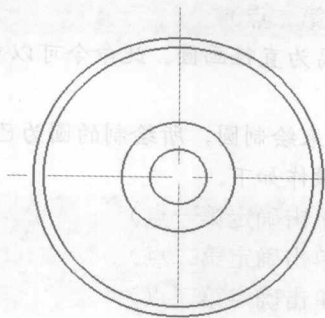

图 1-7 绘制同心圆
Step5 绘制同心圆。单击“绘图工具”工具栏中的  (圆) 按钮，弹出“圆”命令立即菜单，在立即菜单 1 中选择“圆心_半径”选项，在立即菜单 2 中选择“直径”选项，在立即菜单 3 中选择“无中心线”选项，捕捉直径为 28mm 的圆的圆心，绘制直径为 26mm 的同心圆。重复“圆”命令，绘制直径分别为 11mm 和 5.5mm 的同心圆，如图 1-7 所示。